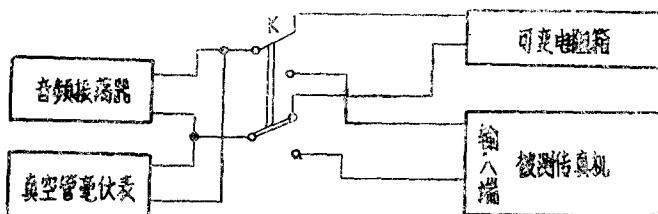

图 1
2.1.1 测试电路见图1。
2.1.3.1 按图1接好测试电路，使音频振荡器输出为 1900Hz ，可变电阻箱位于 600Ω ，读取真空管毫伏表指示值(0.775V)。